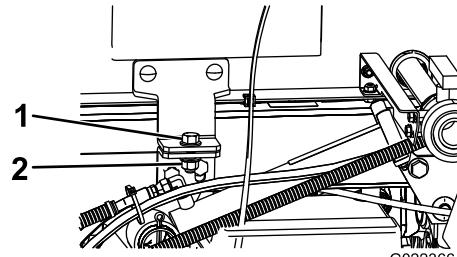

Figura 41
4. Retire os parafusos de segurança da parte frontal do patim (Figura 41).